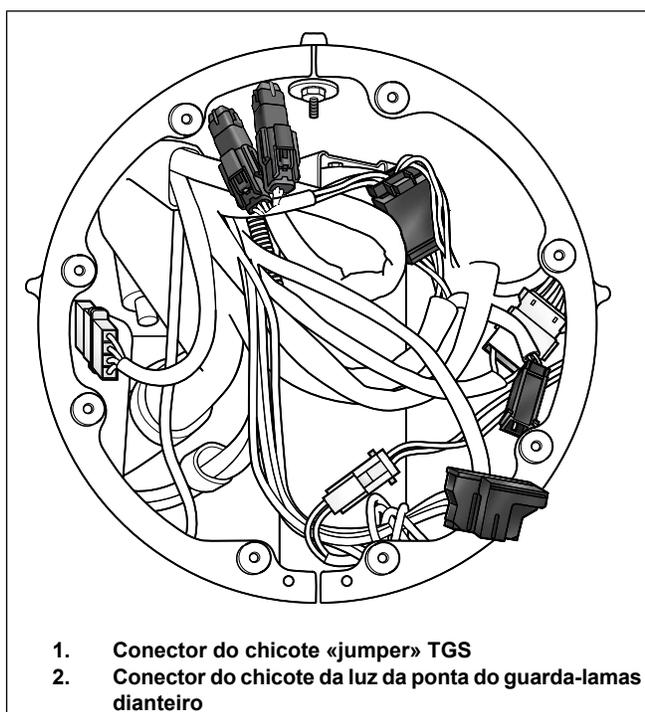
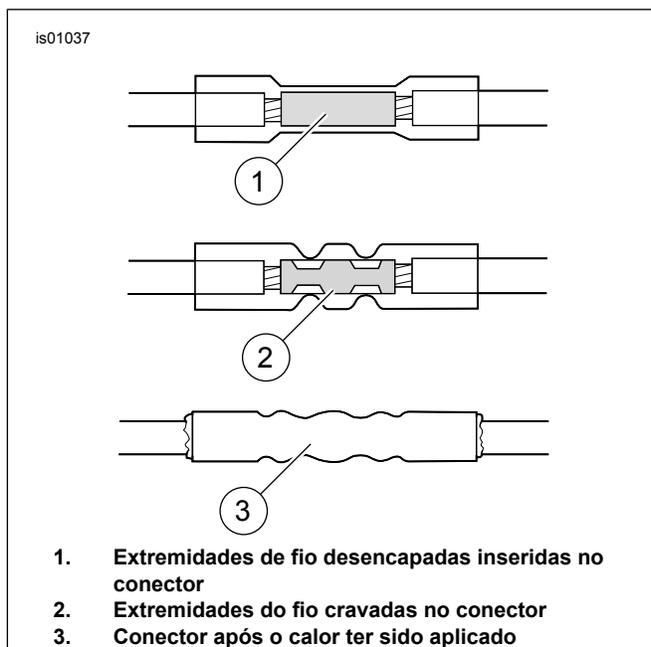

Figura 8. Carenagem do Farol Dianteiro Road King
Figura 9. Conexões de Emendas Seladas
- a. Ver a Figura 8. Localize a cablagem da luz do guarda-lamas.
- e. Ver a Figura 9. A partir das extremidades cortadas, introduza um fio laranja/branco numa das extremidades do conector de emenda. Na outra extremidade do conector de emenda, inserir outro fio laranja/branco com o fio vermelho do chicote adaptador.
4. Ligar metade do conector de alimentação do punho esquerdo à metade do conector do chicote (3).
5. Ver a Figura 8. Ligue a metade do conector TGS do punho do lado direito à metade do conector do chicote (1).
- a. Ver a Figura 8. Localize a cablagem da luz do guarda-lamas (2).
- d. Ver a Figura 9. Introduza o fio laranja/branco do passo 4b numa das extremidades do conector selado de emenda.
- e. Ver a Figura 9. Introduza o fio vermelho do chicote adaptador na outra extremidade do conector selado de emenda.